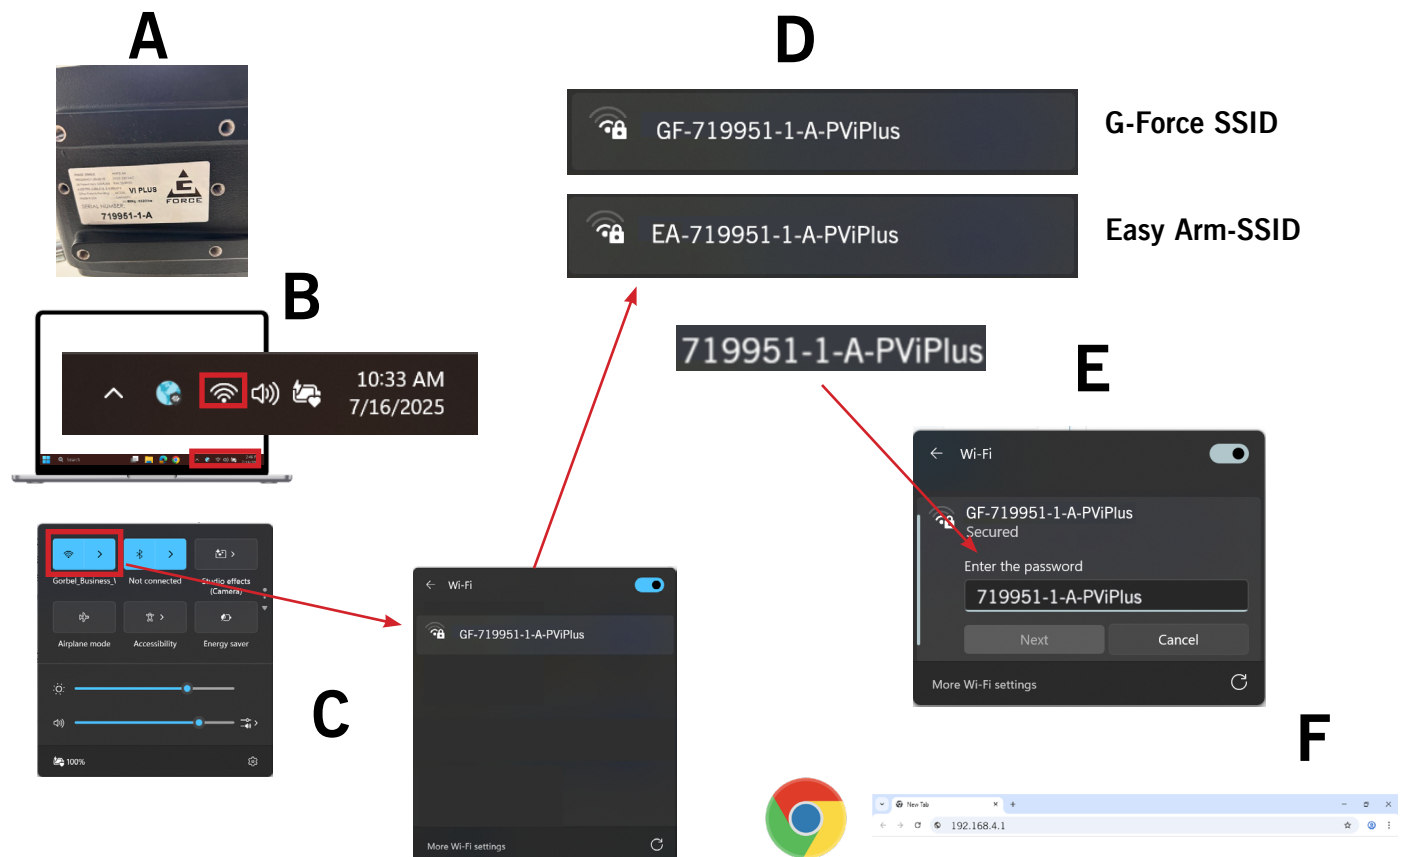

Abbildung 4B-12, A-F. Drahtlosverbindung.
7. Geben Sie in der URL-Leiste die drahtlose IP-Adresse für Ihr Gerät ein: 192.168.4.1 (**Abbildung 4B-12, F**).